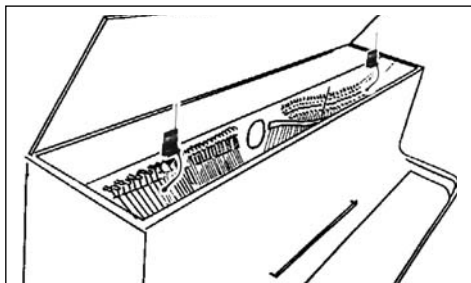

Fig. 6: Captar o som do piano com dois microfones C 519
1. Fixe um microfone na área das cordas de graves no quadro do piano. Veja fig. 6.